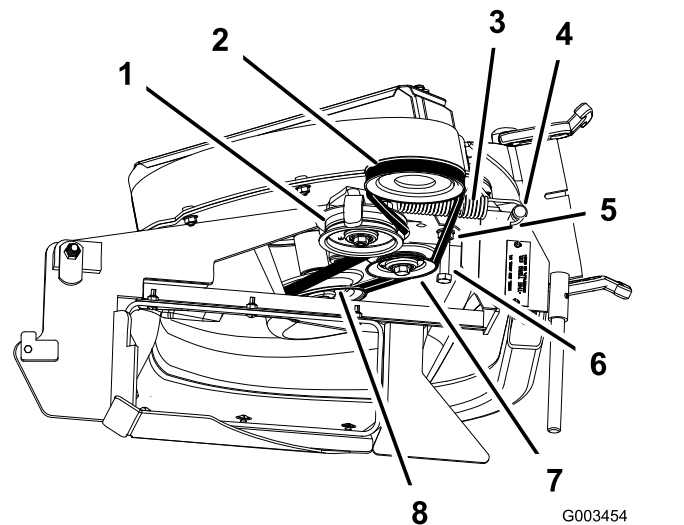

Figure 45
- Desserrez le boulon du guide-courroie (Figure 45).
- Faites passer la courroie neuve autour de la poulie de ventilateur (Figure 45).
- Serrez le boulon du guide-courroie (Figure 45).
- 9. Placez la courroie sur la poulie de tension rappelée par ressort (Figure 45).